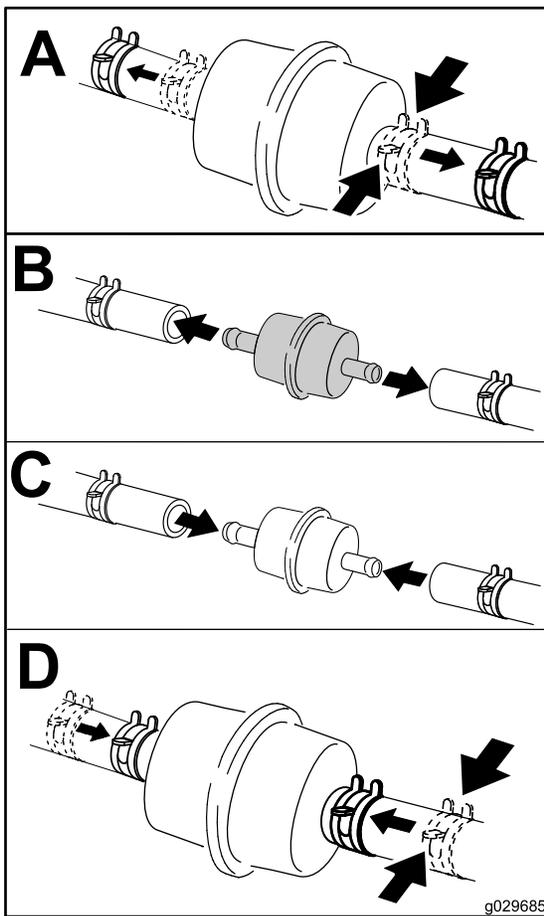

Рисунок 40
4. Замените топливный фильтр, как показано на Рисунок 40.